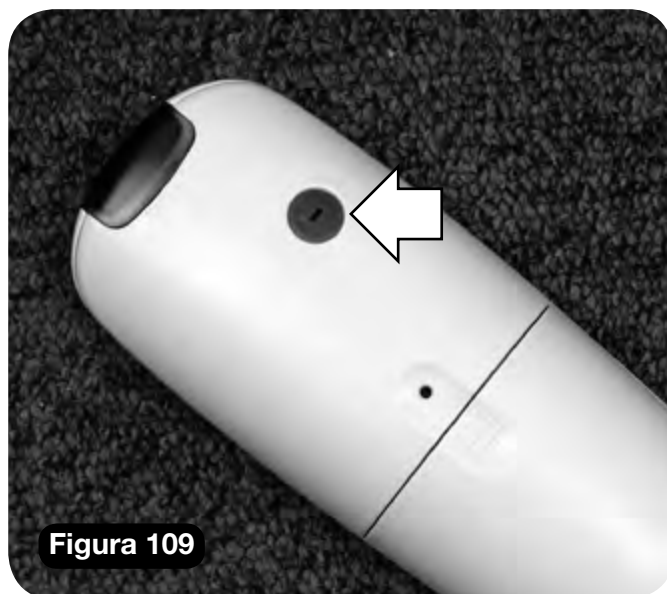
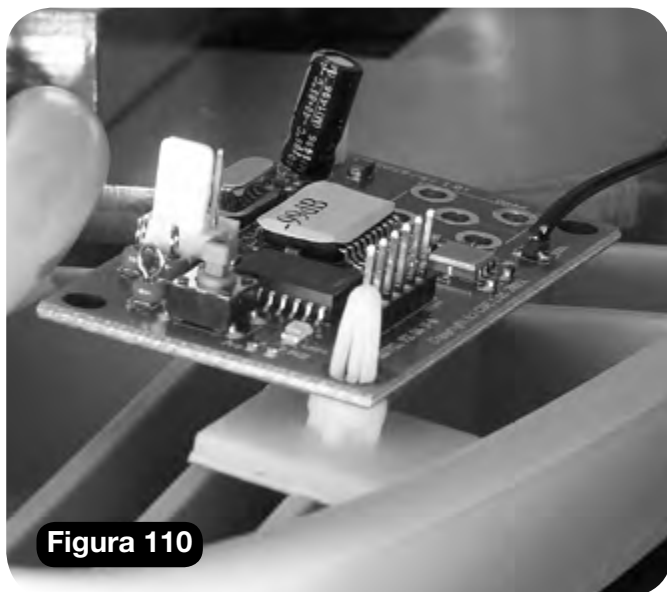

Figura 109
Figura 110
I montascale della serie 2000 devono essere forniti con telecomandi a infrarossi o a radio frequenza, in funzione dei requisiti d'installazione. Il telecomando a infrarossi ha un coperchietto dipswitch rosso sul retro, mentre il telecomando a radio frequenza ha un coperchietto dipswitch verde sul retro (**Figura 109**). Se non sapete ancora quale tipo di sistema di telecomando avete montato, fate riferimento al disegno oppure rimuovete il sottopiatto dell'unità e verificate se vedete se è presente un ricevitore radio (**Figura 110**).
- i** Rimuovere il coperchietto di protezione rosso del dipswitch utilizzando un piccolo cacciavite (**Figura 109**).